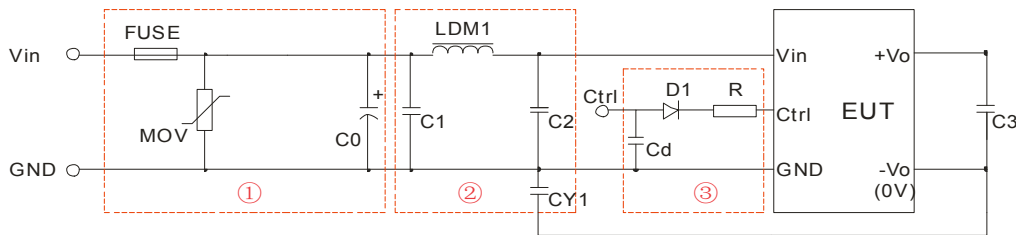

图 3
- ①图3中第①部分用于EMS测试；第②部分用于EMI滤波，可依据需求选择；
② $V_C$ 为Ctrl端相对于输入地GND的电压， $V_D$ 为D1的正向导通压降， $I_C$ 为流入Ctrl端的电流，一般取5-10mA，Ctrl端外围电路如图3-③；
③若图中元器件无附其参数说明，则此型号外围中不需要这个元器件。